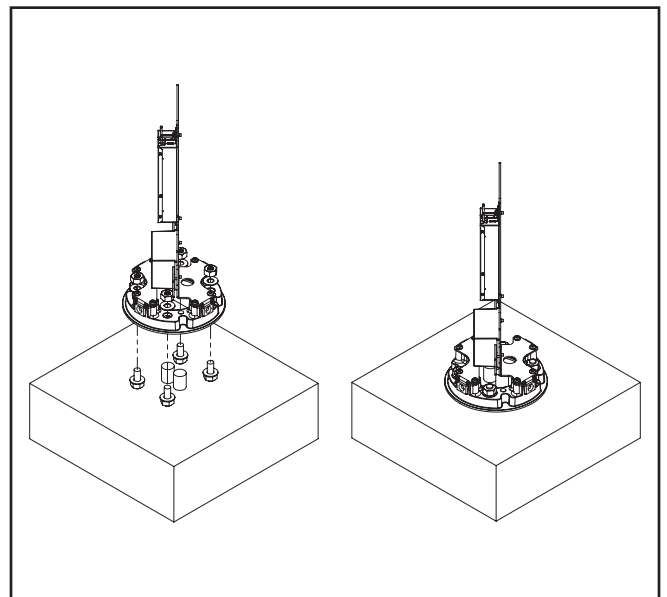

Figure 3.
6. Insérez l'ensemble du pilote de base sur les boulons d'ancrage en vous assurant qu'il repose sur les rondelles. (Figure 3)